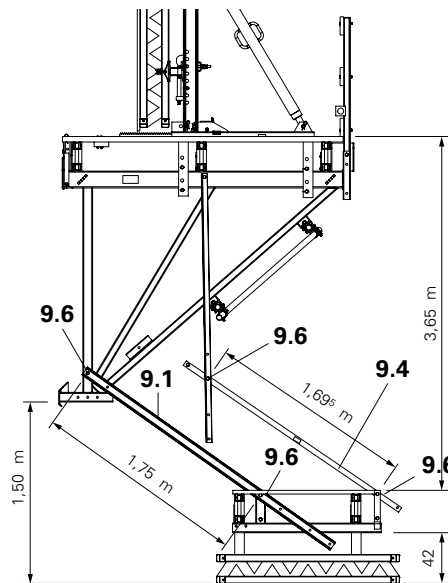

Fig. B1.28.1
Según la altura de hormigonado usar el orificio superior o inferior, ver Fig. B1.28.1 – B1.28.4.
5. Fijar el poste de barandilla 190 (9.4) o el poste de barandilla 370 (9.5) con un tornillo (9.6) al poste de barandilla 200 (9.3), para permitir una unión articulada. Según la altura de hormigonado usar el orificio superior o inferior, ver Fig. B1.28.1 – B1.28.4. Colgar el anclaje contra el viento (6.3/7.3).
(Fig. B1.28.1)